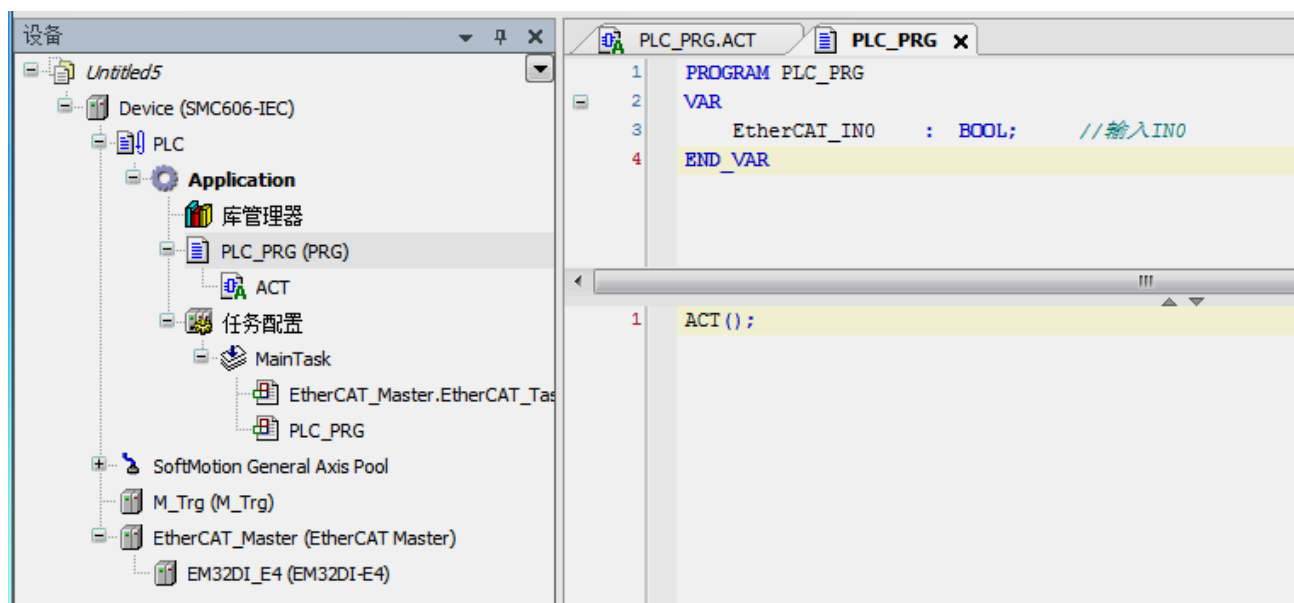

图 6.17 IO 操作代码界面
- b. 编写 IO 操作代码，如下图 6.17、6.18 所示: